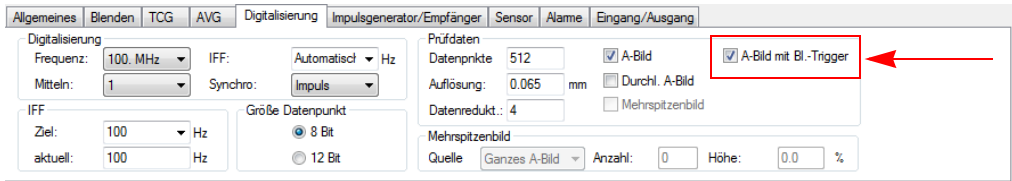

Abbildung 4-65 Register Digitalisierung
1. Wählen Sie im Register **Digitalisierung** im Dialogfeld **Ultraschalleinstellungen** das Kontrollkästchen **A-Bild mit Bl.-Trigger** aus (siehe Abbildung 4-65 auf Seite 309).